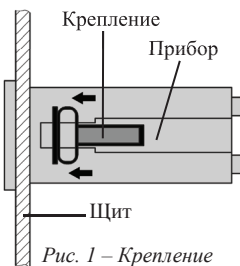

Рис. 1 – Крепление прибора в щит
3. Закрепите прибор в щите с помощью двух креплений (входят в комплектацию прибора) таким образом, чтобы щит оказался между передней панелью и креплением, см. рис. 1.